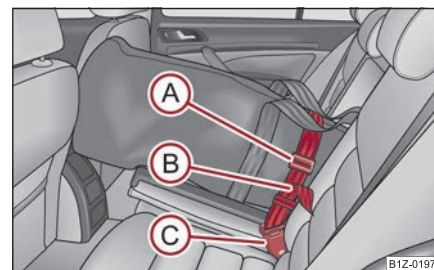

Fig. 132 Siguranța sacului din butucul centurii banchetei din mijloc
- Introduceți centura de asigurare a sacului (A) în elementul de prindere al centurii de siguranță din mijloc spate (C) ⇒ fig. 132.
- Trageți de capătul liber al centurii de siguranță (B).